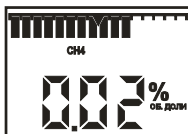

Рисунок 9.2
9.3 Перед работой убедиться в достаточности заряда аккумуляторной батареи и при необходимости произвести ее подзарядку. Уровень заряда отображается 16 сегментной “линейкой” в верхней части цифрового индикатора (рисунок 9.2).
чение объемной доли измеряемого газа, выраженное в % (рисунок 9.2).